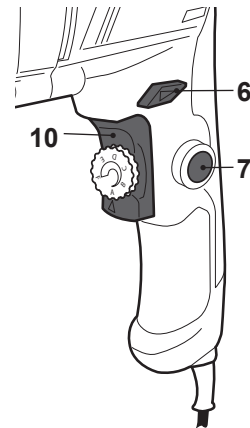

Fig. 8
- > Encienda el producto presionando el interruptor de Encendido/Apagado (10) (Fig. 8).
- > Apague el producto soltando el interruptor de Encendido/Apagado (10) (Fig. 8).
- > Encienda el producto presionando el interruptor de Encendido/Apagado (10) y manténgalo presionado (Fig. 8).
- > Presione el botón de bloqueo (7) para bloquear el interruptor de Encendido/Apagado (10) (Fig. 8).
- > Suelte el botón de bloqueo (7) y el interruptor de Encendido/Apagado (10). El interruptor de Encendido/Apagado (10) estará ahora bloqueado para un uso en continuo.
- > Presione y suelte el interruptor de Encendido/Apagado (10) para apagar el producto.